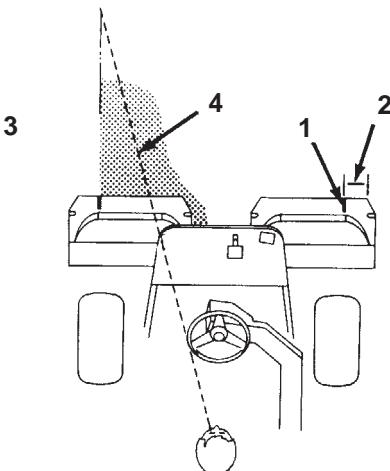

Figure 30
3. Minimisez le chevauchement de la passe précédente lors de la passe de retour. Pour vous aider à conserver une ligne droite en travers du green et à maintenir la machine à égale distance du bord de la passe précédente, établissez une ligne de vision imaginaire à environ 1,8-3 m en avant de la machine jusqu'au bord de la partie non coupée du green (Fig. 30). Certains trouvent qu'il est utile de faire passer la ligne de vision par le bord extérieur du volant, c.-à-d. de maintenir le bord du volant aligné avec un point qui est toujours éloigné de la même distance par rapport à l'avant de la machine.